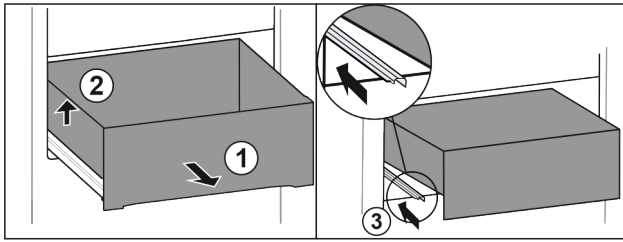

Fig. 88
- ▶ Tirer le tiroir jusqu'en butée. Fig. 88 (1)
- ▶ Soulever le tiroir sur la gauche. Fig. 88 (2)
- ▶ Rentrer le rail de gauche. Fig. 88 (3)